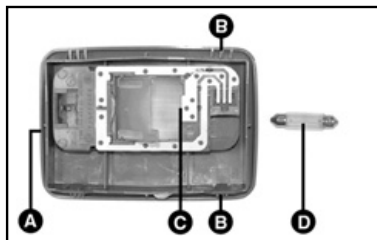

fig. 38
- com uma chave de fenda no ponto **A-fig. 38**, remover o conjunto da luz interna montada a pressão pelas travas **B-fig. 38**.
- retirar o refletor recolocando a nova lâmpada na sede **C-fig. 38** e substituir a lâmpada cilíndrica **D**.